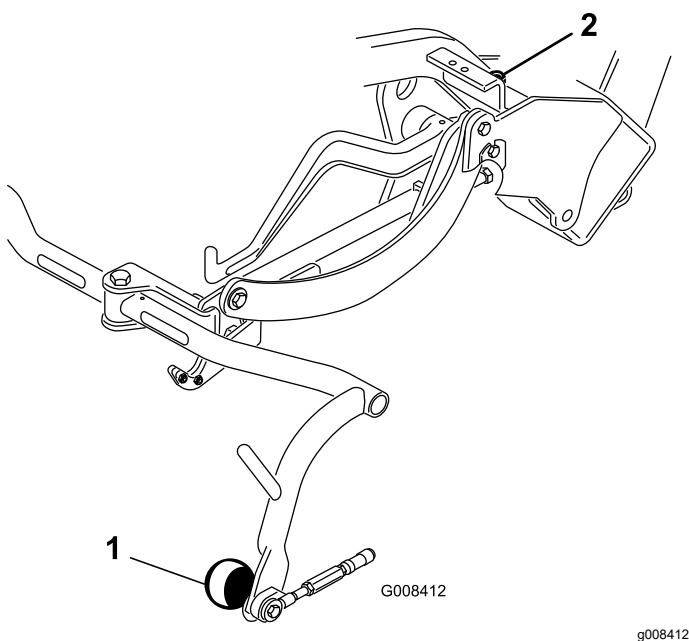

Figura 6
4. Dacă trebuie să reglăți distanța, slăbiți contrapiula de pe urubul de limitare a cadrului de susinere (Figura 6) i rotiți urubul în sus sau în jos pentru a ridica sau coborî cadrul de susinere. Strângeți contrapiula pentru a fixa reglajul.